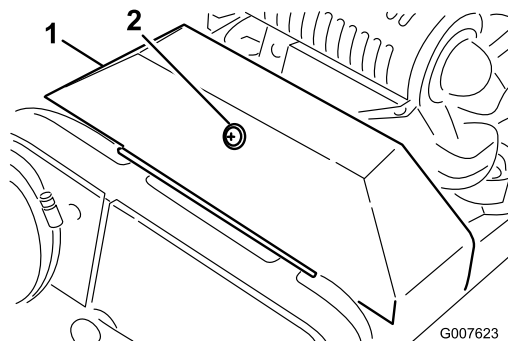

図 38
2. V ベルト・カバーを固定しているリテーナをゆるめて、カバーを開ける（図 38）。